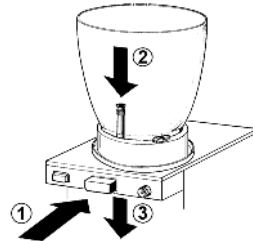

Bild 3
3 Drücken Sie die Hahttaste (1) und setzen Sie (2) das Gummiteil in seinen Sitz am Boden der Verdampfvorrichtung ein. Ziehen (3) Sie den Gummihahnaufsatz leicht nach unten bis er ordnungsgemäß sitzt (siehe Abbildung 3).